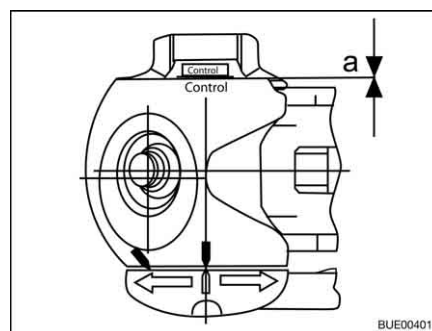

Bild 190 Verschleißkontrolle
- Abstand $a = 0$ (Bild 190): Reibbeläge kontrollieren und ggf. austauschen.